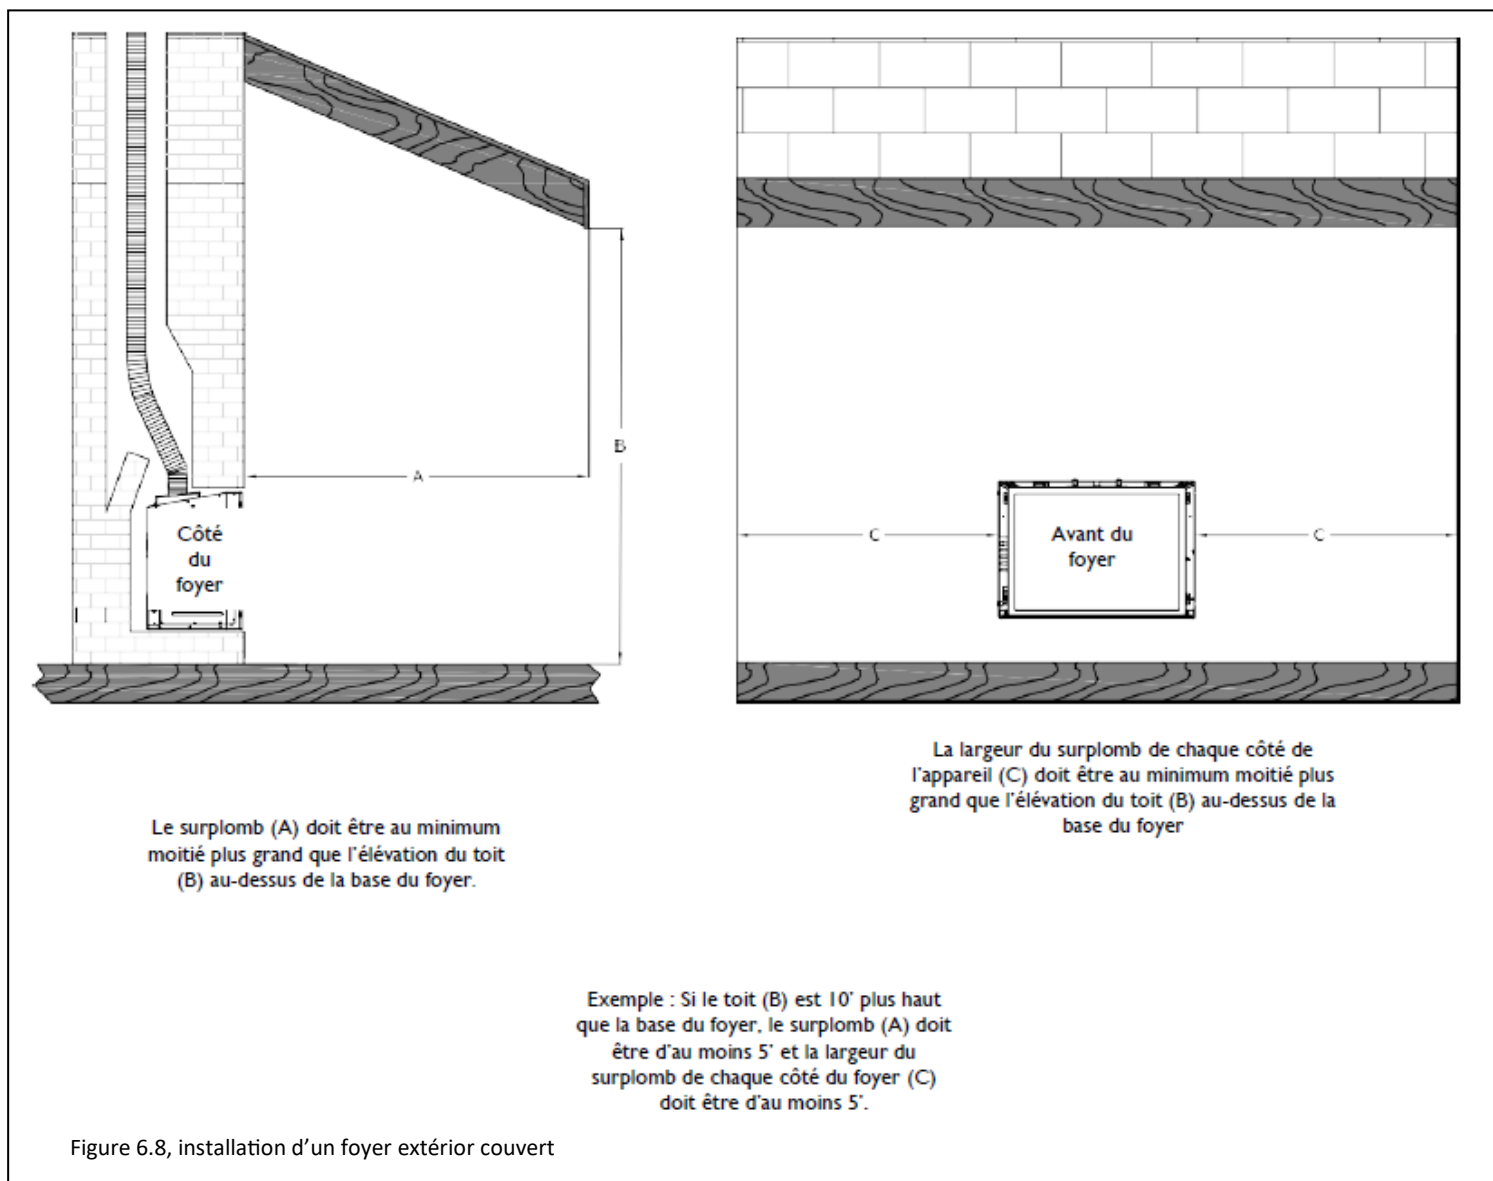

Figure 6.8, installation d'un foyer extérieur couvert
- L'enveloppe continue isolée du bâtiment et la membrane imperméable ne doivent pas être interrompues par l'installation d'un foyer. Voir la figure 6.8.